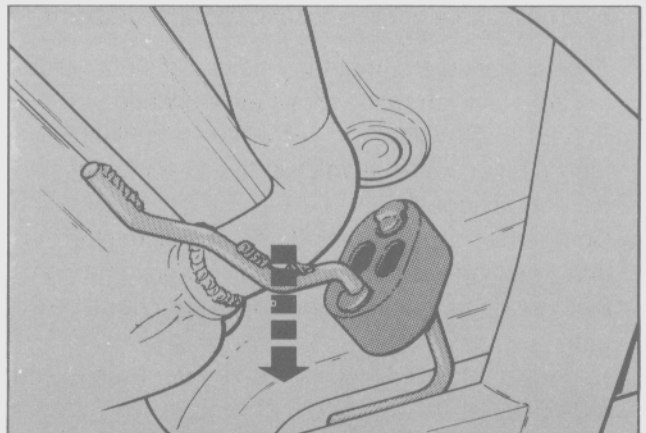

Fig. 7 Comprobación del estado de los aisladores.
- Comprobar que todos los aisladores se encuentren en una posición descansada y que el sistema completo tenga una separación de 25 mm como mínimo a partir de la carrocería y otros componentes. (Fig 7)